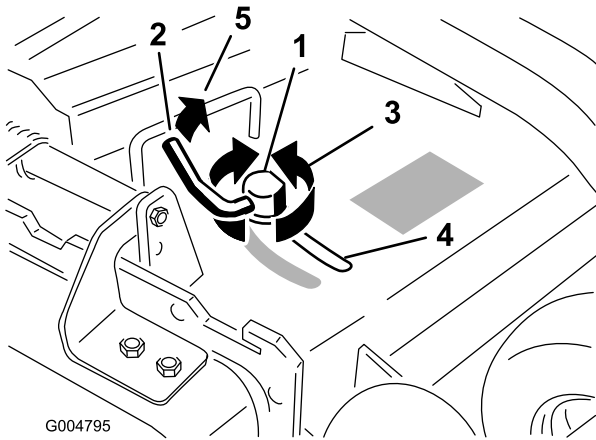

Bild 14
3. Wenn Sie die Haltenocke einstellen möchten, schieben Sie den Hebel nach oben und lösen Sie die Haltenocke (Bild 14).
5. Schieben Sie den Hebel zurück, um das Ablenkblech und die Haltenocke festzuziehen (Bild 14).